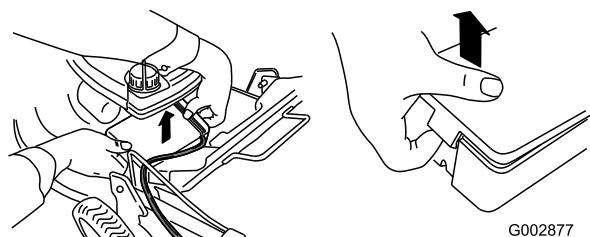

Figure 10
1. Dégarez les deux extrémités du couvercle de la batterie et déposez le couvercle(Figure 10).